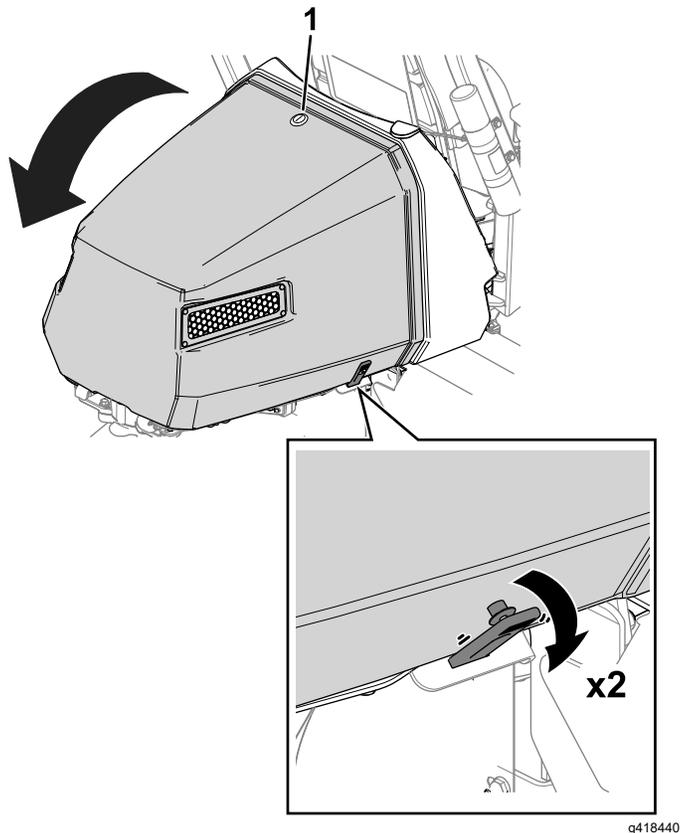

Рисунок 37
1. Откройте защелку капота (Рисунок 37).
2. Отсоедините фиксаторы с каждой стороны капота (Рисунок 37).